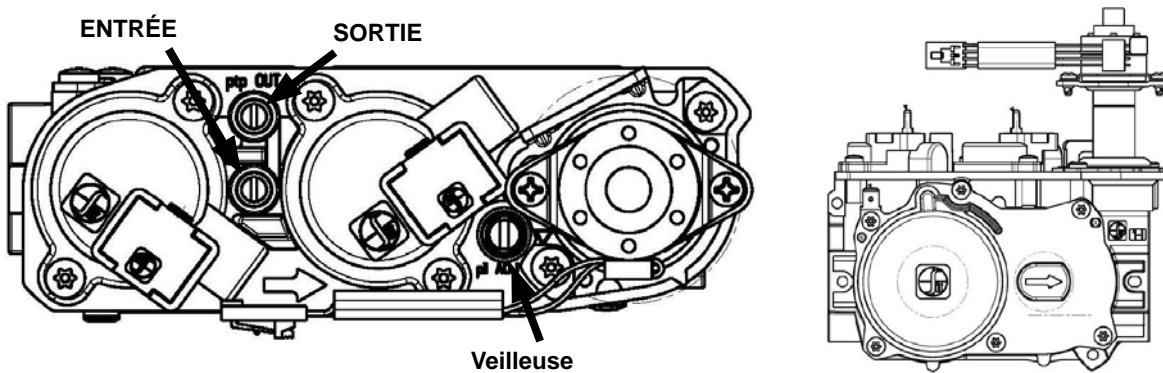

Figure 18.3.01
2. Les raccords de test de pression sont situés sur la face avant de la valve de contrôle de gaz. L'entrée est marquée «**IN**» et la sortie est marquée «**OUT**». Voir **Figure 18.3.01**.
Les flammes ne doivent pas avoir de pointes jaunes mais doivent envelopper le détecteur de flamme et l'allumeur à étincelles. On peut les ajuster en tournant la vis de réglage de veilleuse, marquée «**PILOT ADJ.**» sur la valve de contrôle de gaz (voir **Figure 18.3.01**).